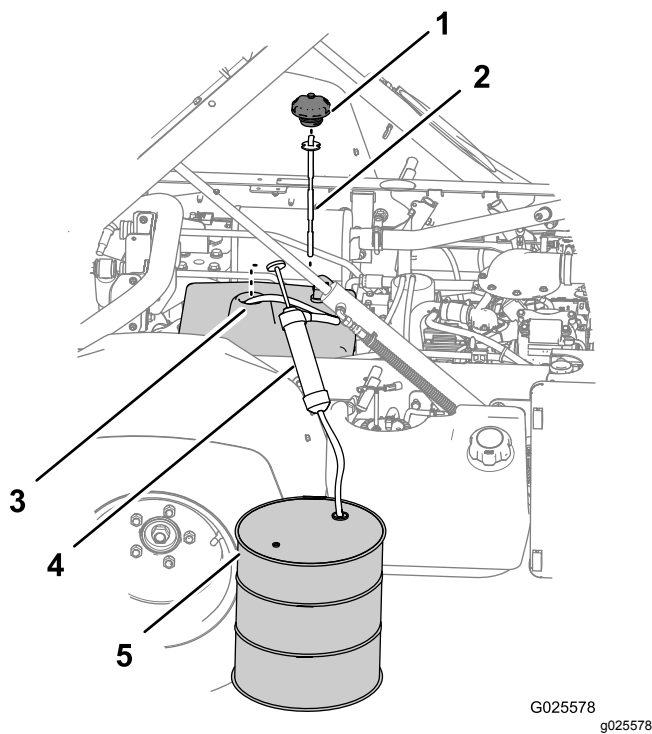

Figura 82
3. Rimuovete il tappo e l'asta di livello dal collo di riempimento del serbatoio idraulico (Figura 82).
4. Inserite il flessibile di ingresso dell'attrezzatura per il pompaggio attraverso il collo di riempimento del serbatoio idraulico sino al fondo dello stesso (Figura 82).
5. Orientate il flessibile di scarico dell'attrezzatura di pompaggio in un contenitore di raccolta (Figura 82) con capacità di 11,4 litros – Modello non TC o capacità di 19 litros – Modello non TC
7. Rimuovete l'attrezzatura per il pompaggio dal serbatoio idraulico (Figura 82).
8. Aggiungete 7,5 litri (modello non TC) o 15,1 litri (modello non TC con kit apparati idraulici ad alto flusso (opzionale) o modello TC) del fluido idraulico specificato nel serbatoio idraulico (Figura 82).
9. Inserite l'asta di livello e il tappo sul collo di riempimento del serbatoio idraulico (Figura 82).